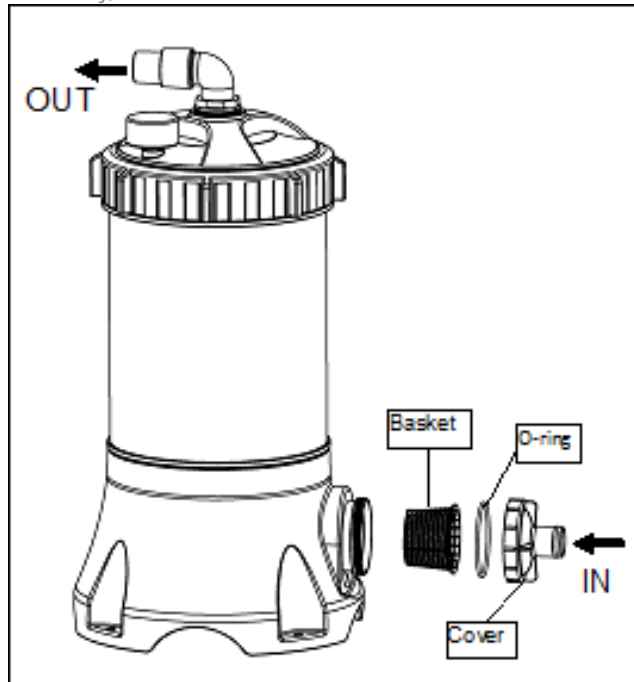

Bild 9 - Öppna förfiltret
9. Tvätta det avlägsnade filtret (Bild 9) med rinnande vatten och låt torka.